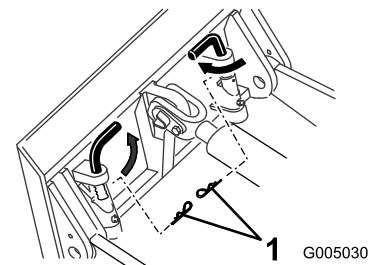

Figura 9
- Algunos modelos más antiguos de la unidad de tracción tienen taladros en los pasadores de muelle y de acoplamiento rápido de la placa de montaje (Figura 9) que permiten la inserción de dos pasadores de horquilla, lo que es recomendable en recorridos largos. De esta forma se asegura que los pasadores no se aflojen debido a la vibración del arado.